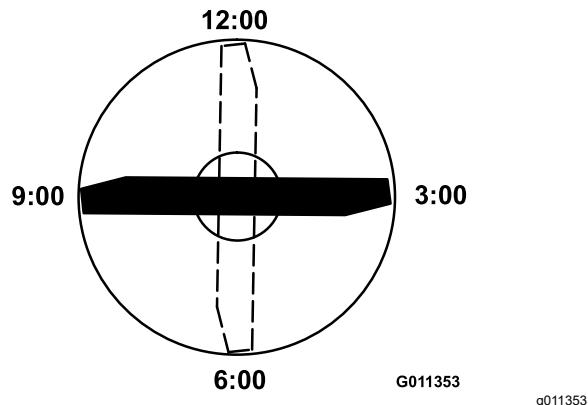

Рисунок 98
прямо по направлению скашивания) (Рисунок 98) и измерьте высоту от стола до режущей кромки ножа.
5. Поверните отмеченный конец ножа в положения «3 часа» и «9 часов» (Рисунок 98) и измерьте значения высоты.